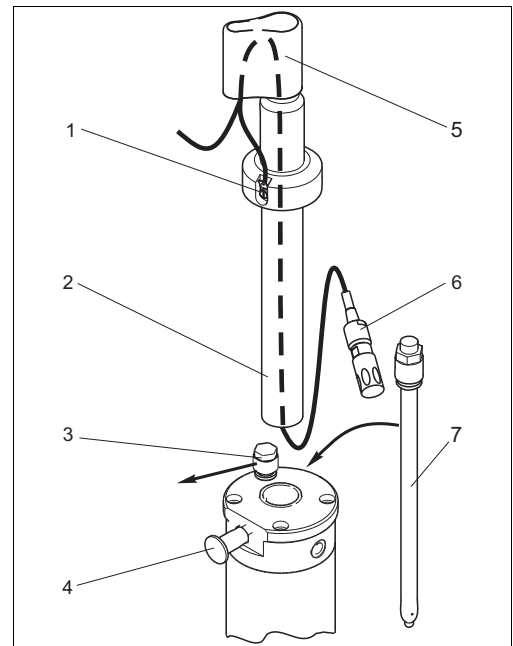

図 17: センサの取付け
1. ホルダから飛散防止キャップ (→ 図 17、項目 5) を外します。